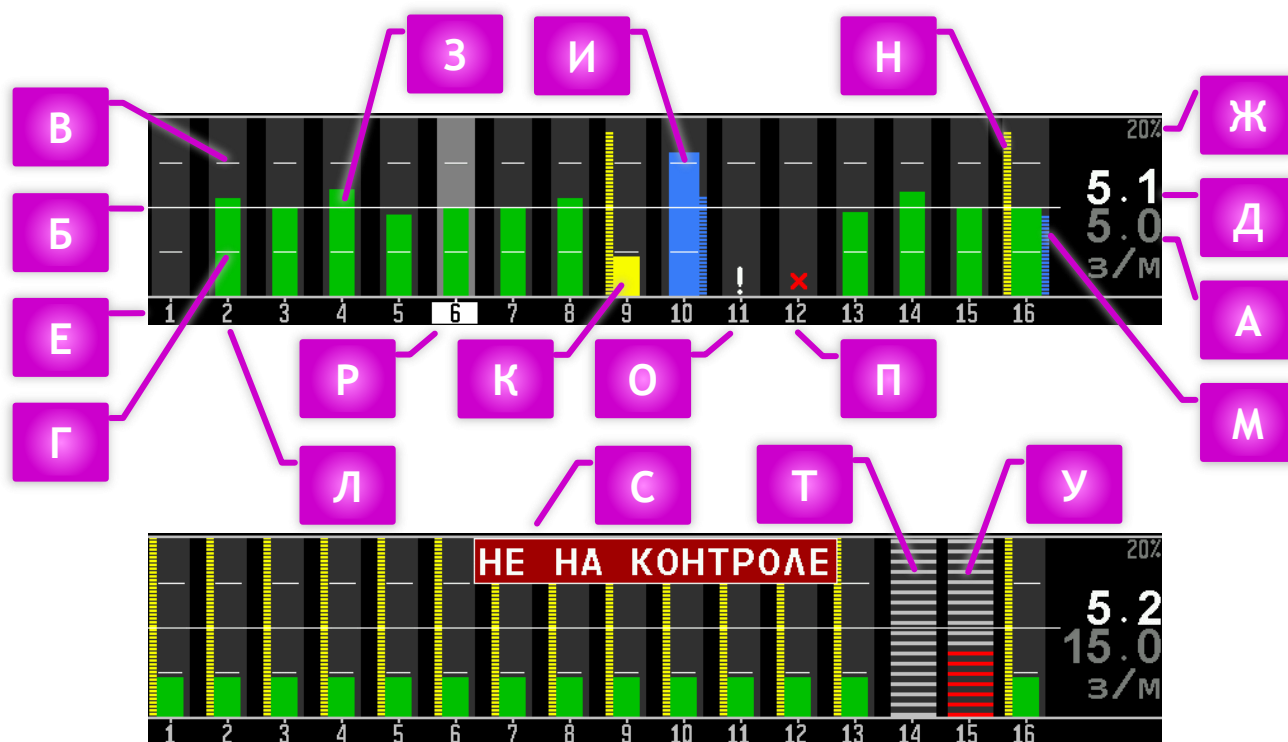

РИСУНОК 6 ДИАГРАММА КОНТРОЛЯ ВЫСЕВА В РЕЖИМЕ КОНТРОЛЯ «ТОЧНЫЙ»
Для режима контроля «Точный» диаграмма состоит из следующих элементов (см. «Рисунок 6»):
«Рисунок 6» [Н]) и двойников (см. «Рисунок 6» [М]) пропорциональна их текущему уровню в заданном масштабе.
- Зеленым цветом (см. «Рисунок 6» [З]), если поток семян в пределах допустимого отклонения от заданной нормы (нормальное состояние).
- Синим цветом (см. «Рисунок 6» [И]), если поток семян больше максимального допустимого отклонения от заданной нормы (аварийное состояние).
- Желтым цветом (см. «Рисунок 6» [К]), если поток семян меньше минимального допустимого отклонения от заданной нормы (аварийное состояние).
[М] Синий пунктирный столбик диаграммы показывает уровень двойников по данному сошнику (на рисунке - по шестнадцатому). Высота столбика пропорциональна текущему уровню двойников в заданном масштабе (см. «Рисунок 6» [Ж]).
[Н] Желтый пунктирный столбик диаграммы показывает уровень пропусков по данному сошнику (на рисунке - по шестнадцатому). Высота столбика пропорциональна текущему уровню пропусков в заданном масштабе (см. «Рисунок 6» [Ж]).
2. Отсутствует контроль двойников и пропусков. Также отсутствует связанное с ними отображение параметра «Масштаб Пид, %» (см. «Рисунок 6» [Ж]).